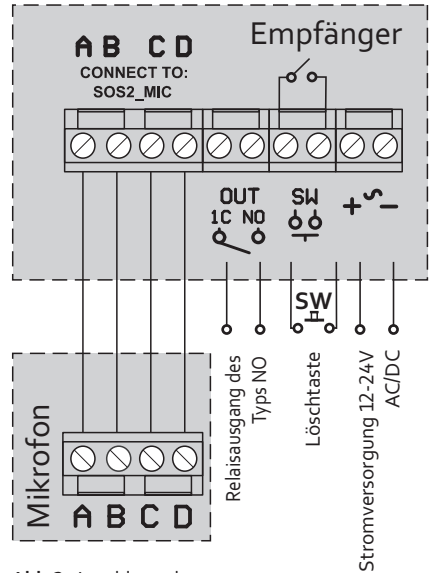

Abb.2. Anschlussschema.
Der elektrische Anschluss ist gemäß dem Anschlussplan, Abb. 2, vorzunehmen. Der Empfänger wird mit 12-24 V AC/DC versorgt. Schließen Sie die Stromkabel an die Klemmen „+“ und „-“ des Empfängers an. Der Relaisausgang OUT (NO) ist für ein Signal zur Steuerung eines Tores, einer Schranke oder einer anderen Verkehrsschranke vorgesehen. Diese sollten an den manuellen Steuereingang angeschlossen werden, der der Firewall des Steuergeräts zugeordnet ist, wobei die Anweisungen des jeweiligen Geräts zu beachten sind. Die Lösch taste sollte an die SW-Klemmen angeschlossen werden. Der Empfänger verfügt über die Anschlüsse A, B, C, D für den Mikrofonanschluss, schließen Sie diese gemäß dem Diagramm an. Wir empfehlen die Verwendung des mitgelieferten 4x0,5mm² (3m) Kabels.